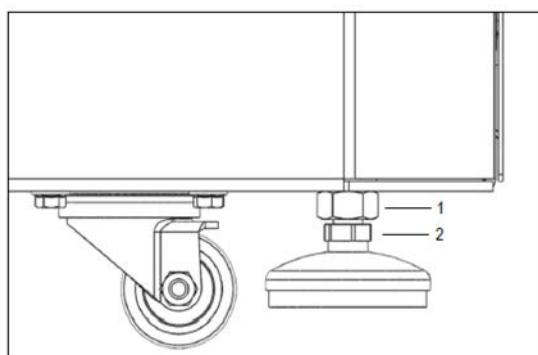

Figura 10
- Mueva la centrífuga a su ubicación prevista. Desenrosque la tuerca de seguridad (1) con una llave inglesa AF M16 (ver Figura 10). Baje los pies del aparato (2) con una llave inglesa AF M13 hasta que estén firmemente apoyados en la superficie del suelo. Ahora la centrífuga debe nivelarse horizontalmente, utilizando los cuatro pies del aparato. Para ello, monte el rotor asociado en el eje del motor y coloque un nivel de burbuja sobre él. Después de nivelar los pies del aparato, apriete la tuerca de seguridad. Los rodillos no deberían tocar el suelo (solo modelos FC5917RF, FC5917RF Short).